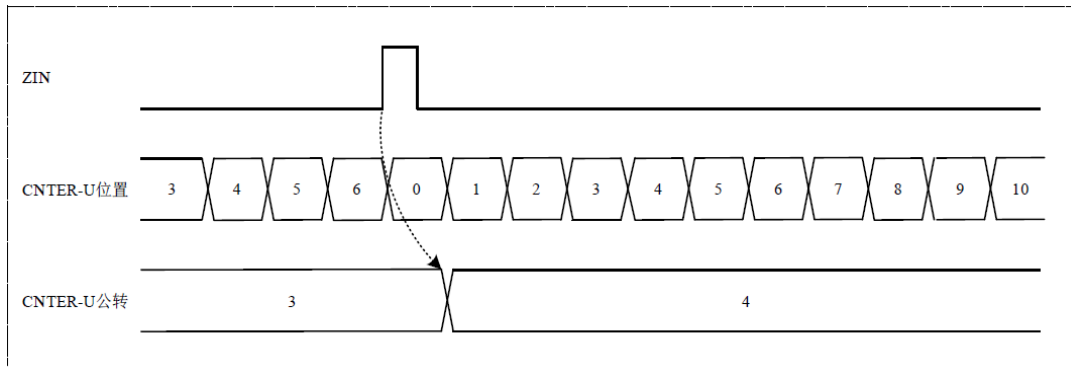

图 3-16 公转计数模式—Z 相计数
**Z 相计数。**Z 相计数是指根据 ZIN 的输入，公转计数单元进行计数，同时将位置计数单元清零的计数动作，如图 3-16 所示。